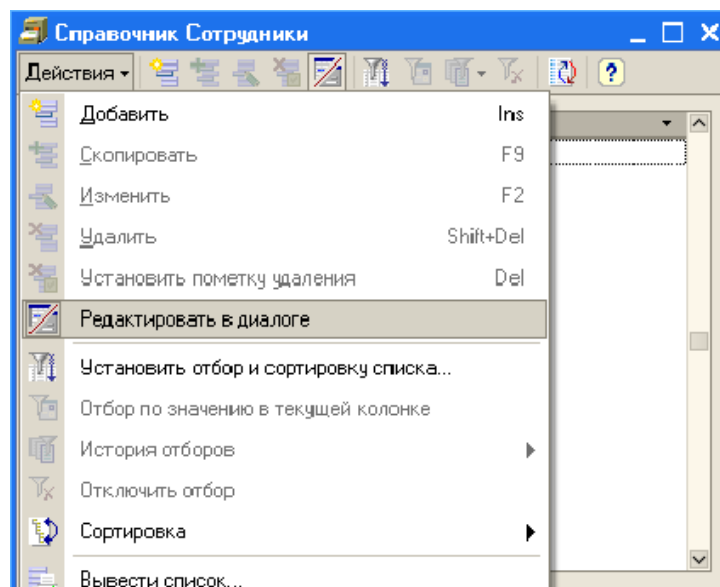

Рис. 27
- выполните пункт *Действия* → *Редактировать в диалоге* (рис.27);